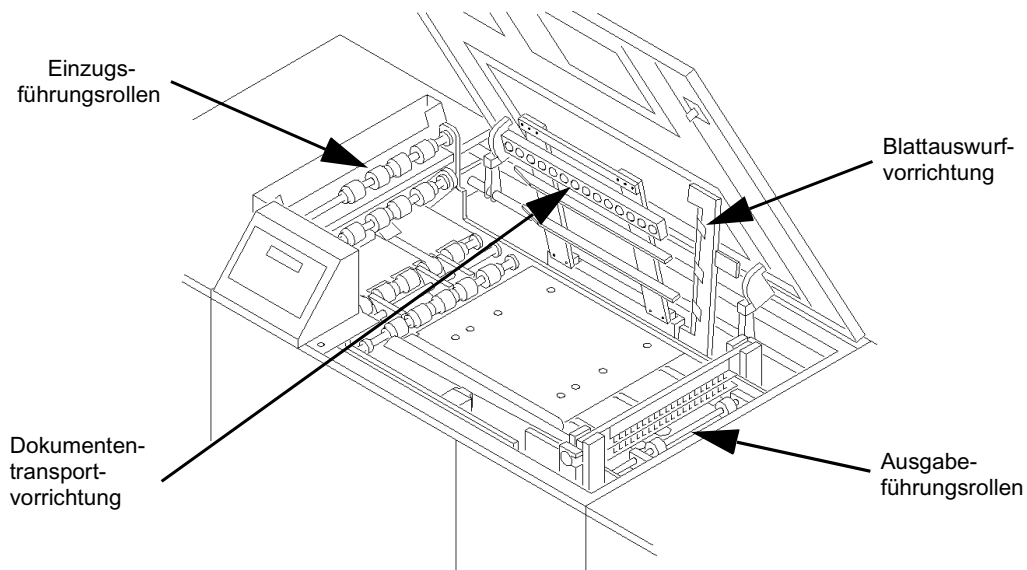

Abbildung 4-2: Die internen Papierwegkomponenten
- 3 Klappen Sie die Einzugsführungsrollen hoch, wie in Abbildung 4-2 gezeigt. Reinigen Sie die Laufrollen mit Isopropylalkohol und einem sauberen, fusselfreien Tuch. Sehen Sie auch nach, ob sich auf der Trägerplatte Papierstaub oder Toner angesammelt hat.
- 4 Klappen Sie die Dokumententransportvorrichtung hoch, wie in Abbildung 4-2 gezeigt. Reinigen Sie den grünen Riemen unter der Kugelschiene, beide Sensorreflektoren und beide Sensoren (unter den Löchern in der Trägerplatte) mit Isopropylalkohol und einem sauberen, fusselfreien Tuch. Sehen Sie auch nach, ob sich auf der Trägerplatte Papierstaub oder Toner angesammelt hat.